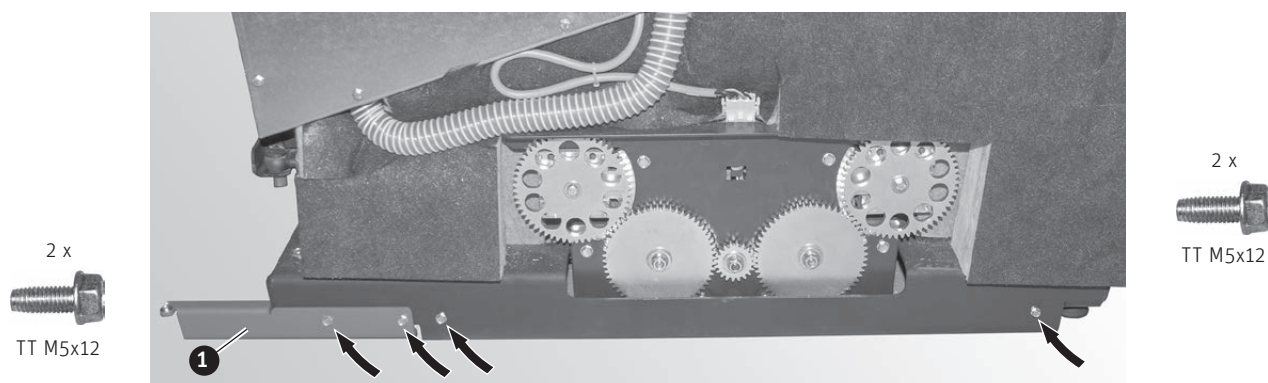

Fig. 41 Avvitare l'angolare di fissaggio porta, avvitare le 2 viti per il rivestimento fino a metà
- ▶ Montare l'angolare di fissaggio porta sul basamento in basso a destra con 2 viti autoformanti TT M5x12 – Fig. 41.
- ▶ **Avvitare fino a metà** 2 viti autoformanti TT M5x12, alle quali andrà agganciato il rivestimento, sul retro del basamento in basso a destra – Fig. 41.